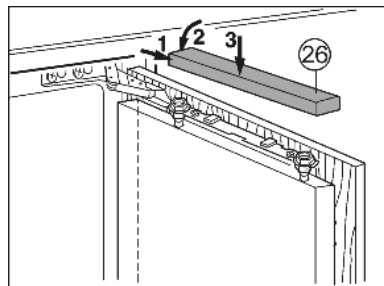

Fig. 22
- ▶ Установите и защелкните верхнюю крышку Fig. 22 (26).